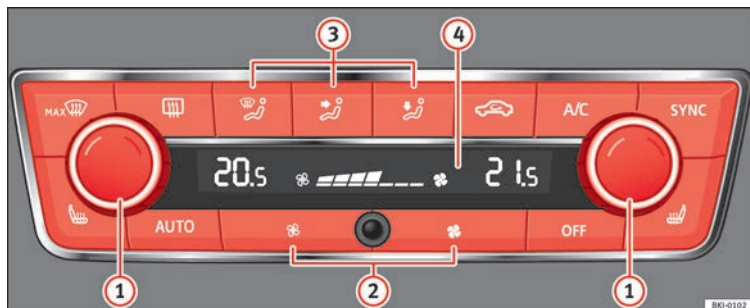

Fig. 172 Climatronic : éléments de commande.
- Réglez la puissance du ventilateur à zéro » fig. 172 ② ou appuyez sur la touche **OFF**.
- Appuyez sur la touche **AUTO** » fig. 172.
» **fig. 172** pour régler la température intérieure souhaitée.
- Appuyez sur la touche **MAX** » **fig. 172**.